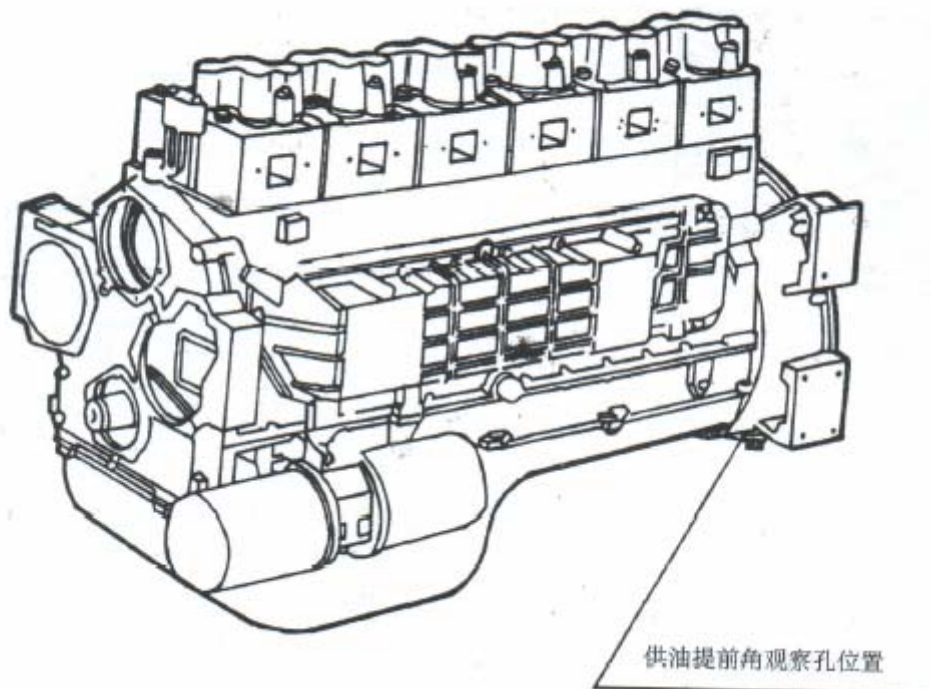

рис.15 Угол опережения подачи топлива исследует положение отверстия
1. При вращении маховика зазубрина ОТ на маховике должна совпадать с зазубриной ОТ окошка нижней части каркаса маховика (после снятия крышки маховика можно это увидеть), первый цилиндр находится в процессе сжатия. В это же время становится очевидным, что цилиндр поршня находится на верхней точке процесса сжатия. (см. положение отверстия на рис. 15)